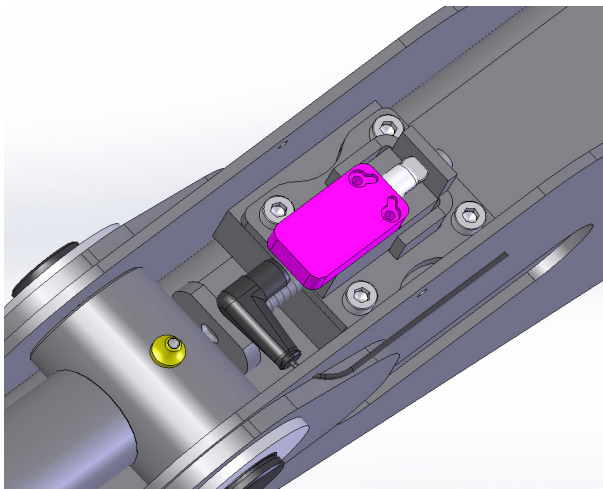

Fig. 5.13
- **Stabilisateurs sur les micro-interrupteurs au sol (Fig.5.13)**